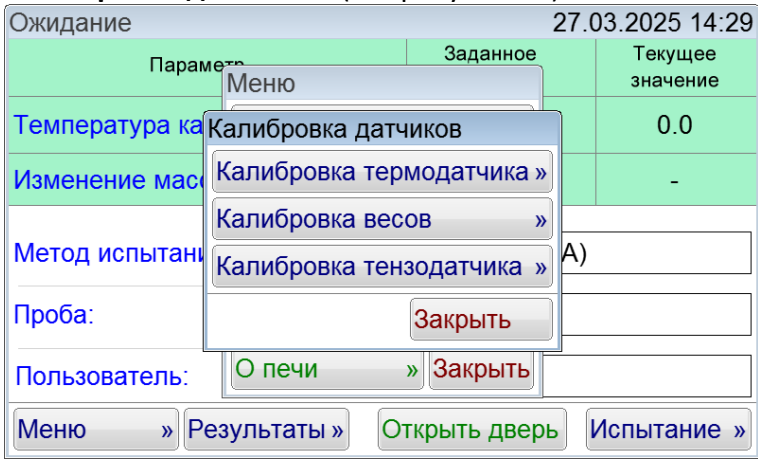

Рисунок 42 – Окно «Калибровка датчиков»
5.9.5 Откроется окно «Калибровка датчиков» (см. рисунок 42).